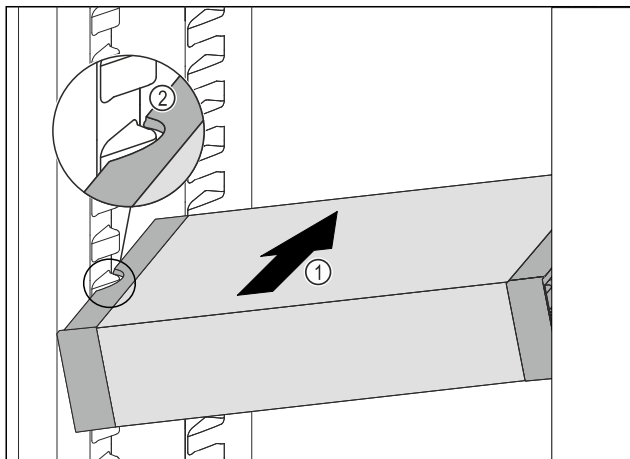

Fig. 112
- ▶ Lükake VarioSafe'i kaldu jahutusosasse Fig. 112 (1), kuni VarioSafe'i külgmised väljalõiked Fig. 112 (2) asuvad jahutusosas anumaribi kõrgusel.